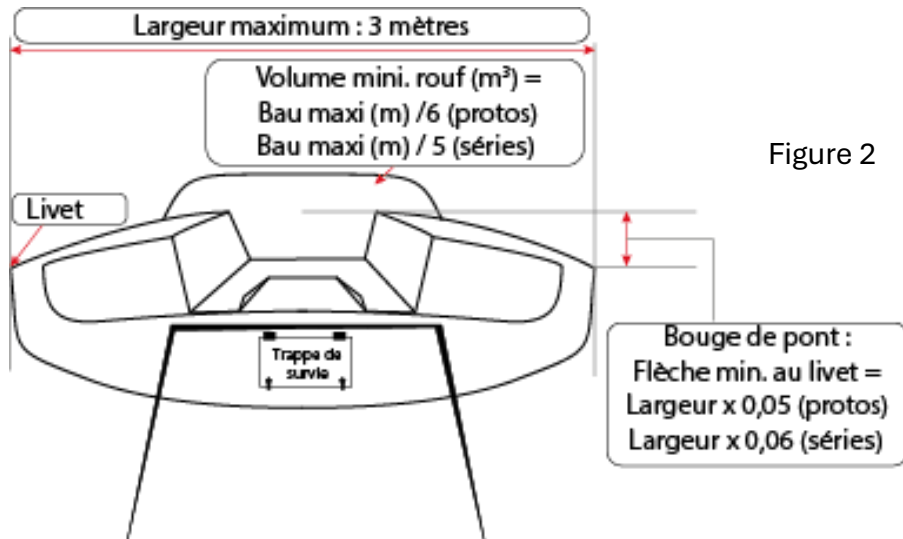

Figure 2
Le bouge de pont doit être supérieur ou égal à 5 % de la largeur au livet de la section considérée, voir figure 2.
**J-14-a** Une trappe de survie doit être installée dans le tableau arrière (voir fig. 2) sauf pour les bateaux ayant été construits avant le 1er Janvier 1995.